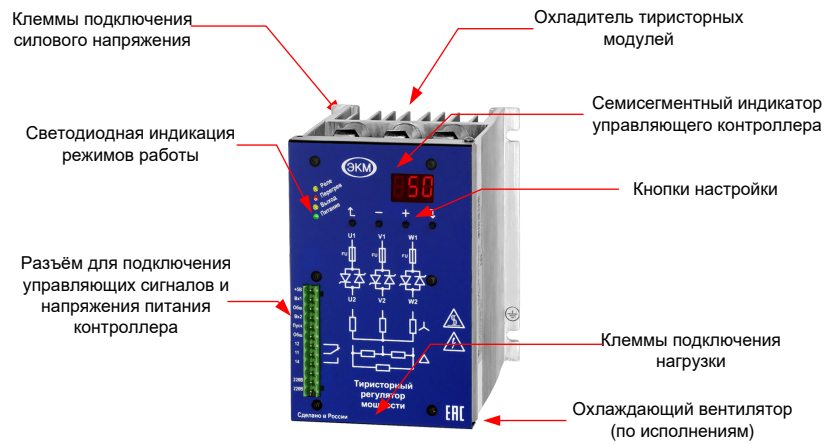

Рис. 13
**Внимание!** Блок управления регулятора контролирует наличие напряжения на входе блока тиристоров, поэтому важно не путать его вход и выход. Подключение показано на рис. 13.